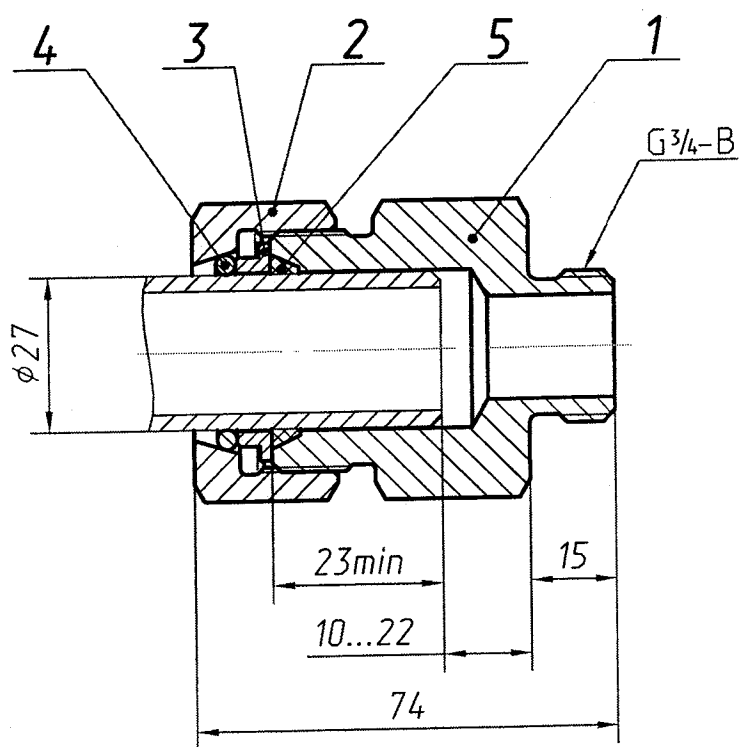
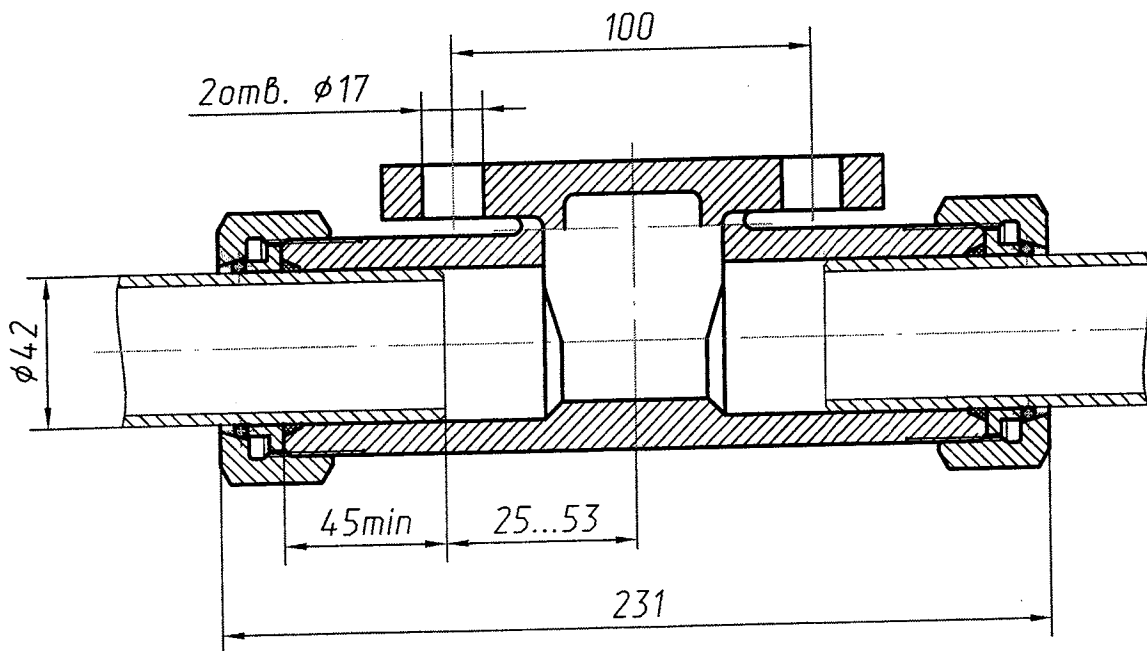
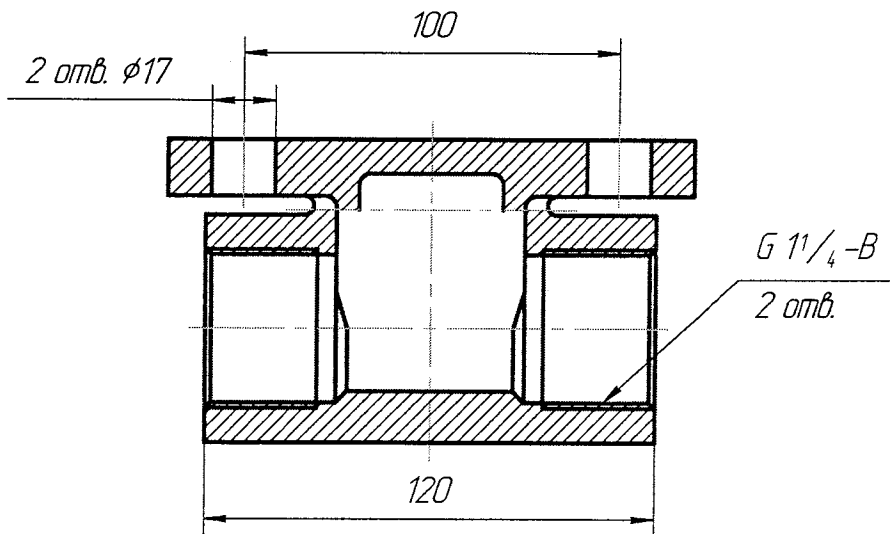

Рисунок 2
Рисунок 5
Рисунок 9 – Тройник 4375Р
2.3. Установка ниппеля 4371 (рисунок 2), штуцера в сборе 4374 (рисунок 3), тройника 4375 (рисунок 4), тройника в сборе 4375-01 (рисунок 5), муфты 4379, 4379-01 (рисунок 7), тройника 4375Р (рисунок 9), тройника в сборе 4375Р-01 (рисунок 10).